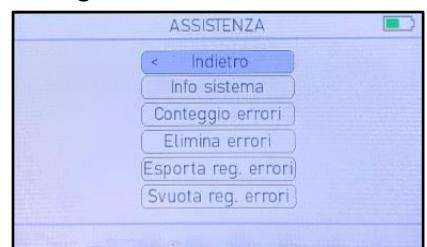
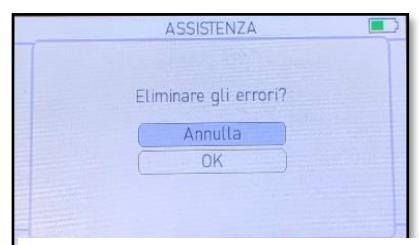

Fig. 47. Servizio
Fig. 50. Cancellare gli errori?
- Appare la schermata Servizio (vedi fig. 47). Qui è possibile accedere alle informazioni di sistema e ai contatori degli errori, cancellare gli errori ed esportare o svuotare il registro errori.
- In SERVICE (SERVIZIO) (vedi fig. 47), selezionare System info (Informazioni di sistema) con .
- In SERVICE (SERVIZIO) (vedi fig. 47), selezionare Error Count (Contatori errori) con .
- In SERVICE (SERVIZIO) (vedi fig. 47), selezionare Clear Errors (Cancella errori) con . Appare il messaggio Cancellare gli errori? (vedi fig. 50)